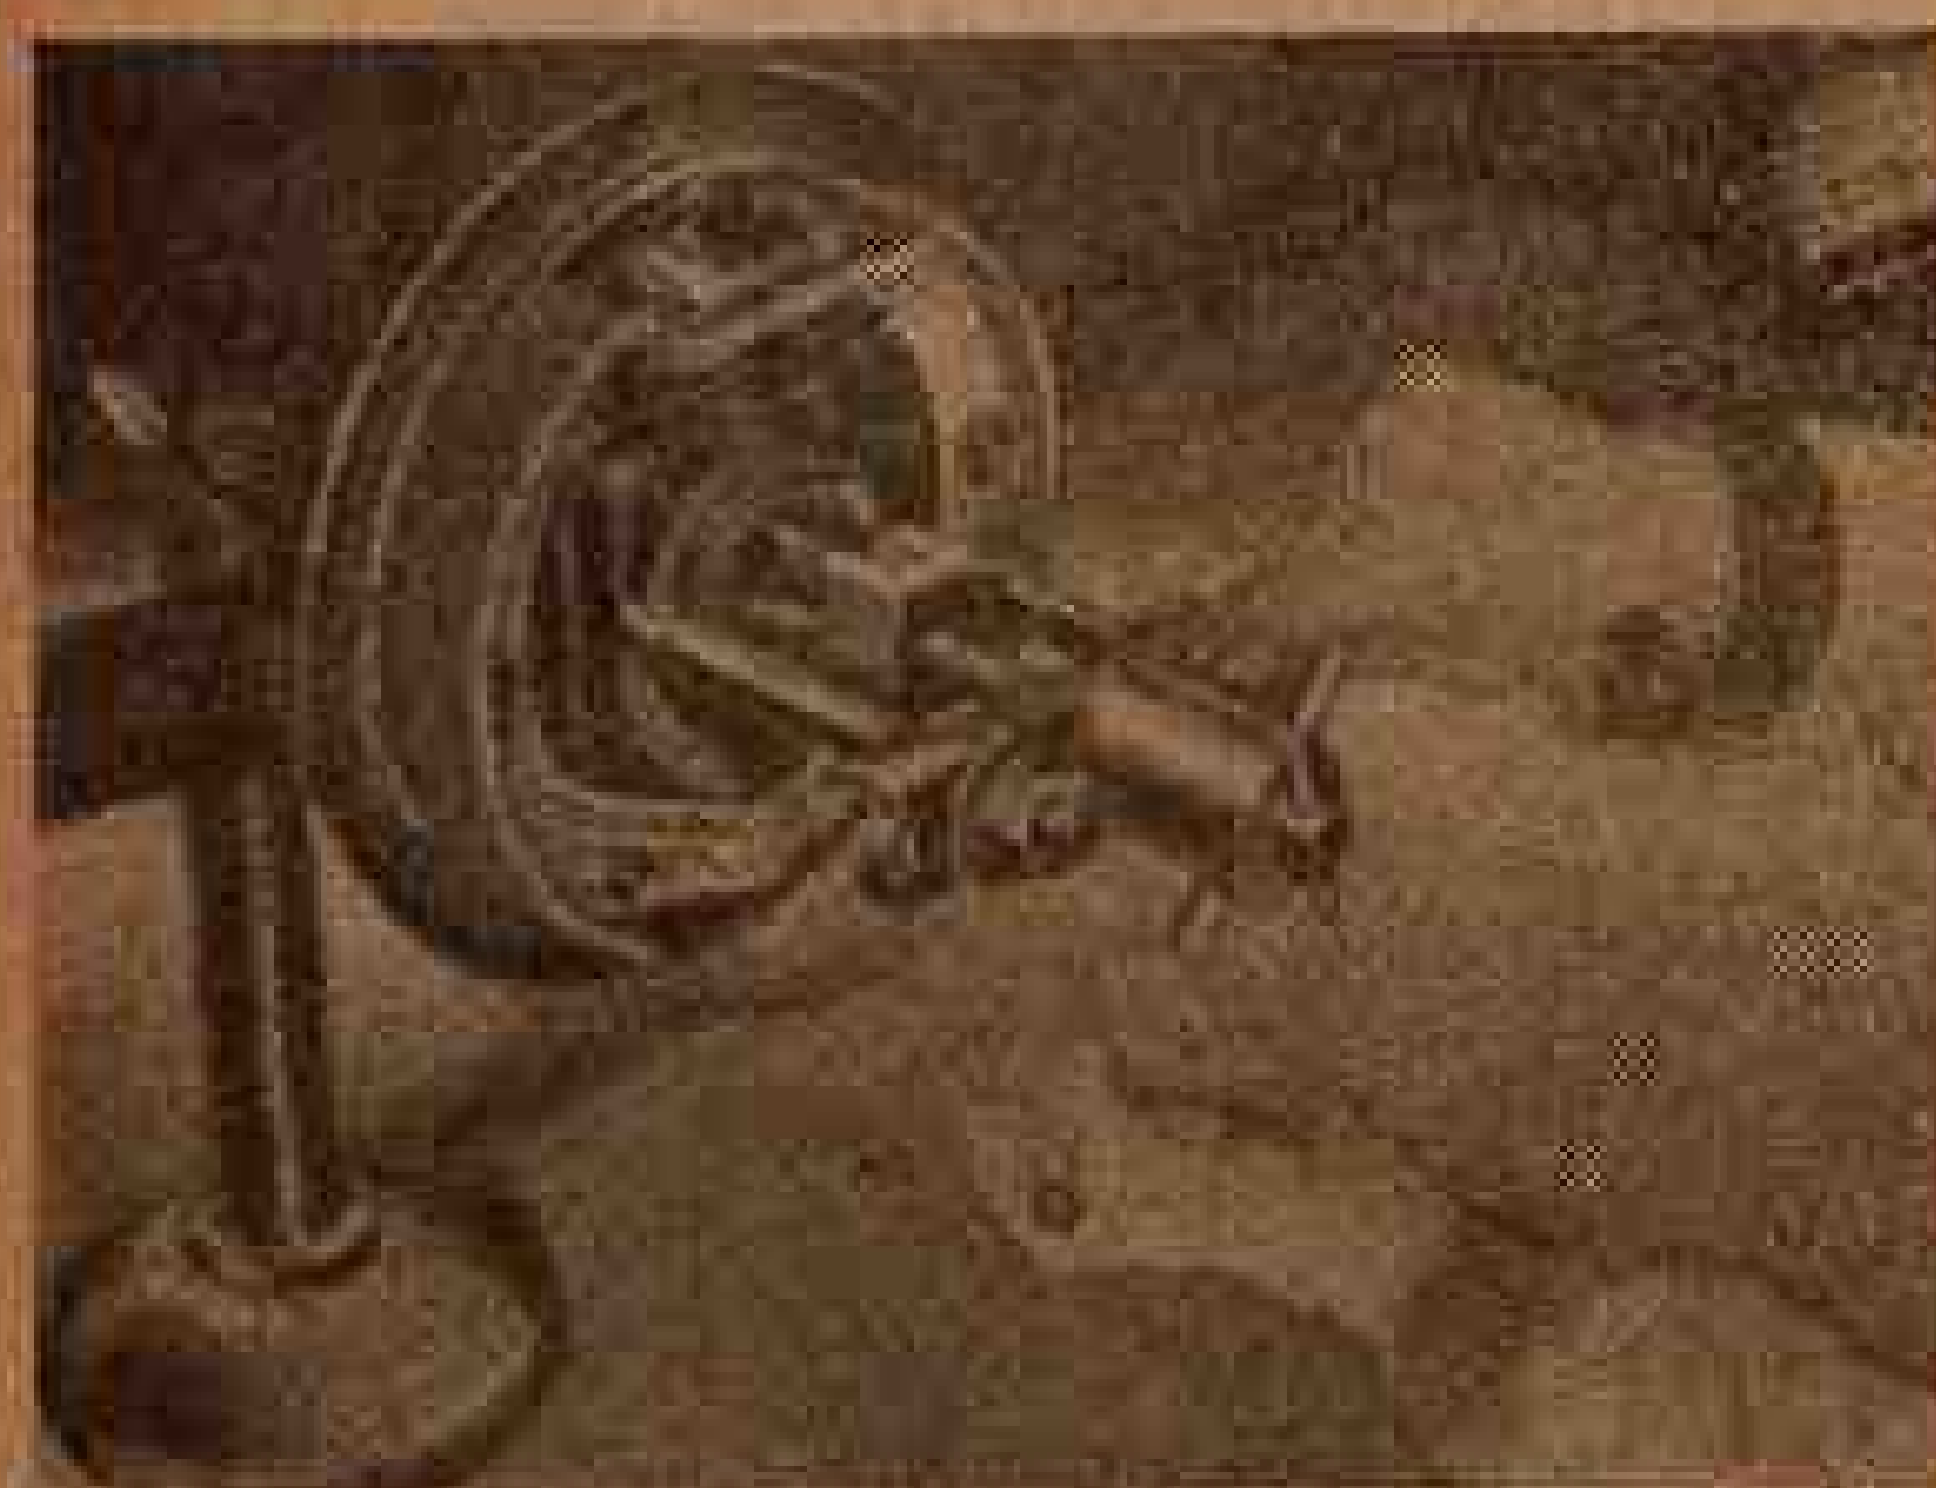
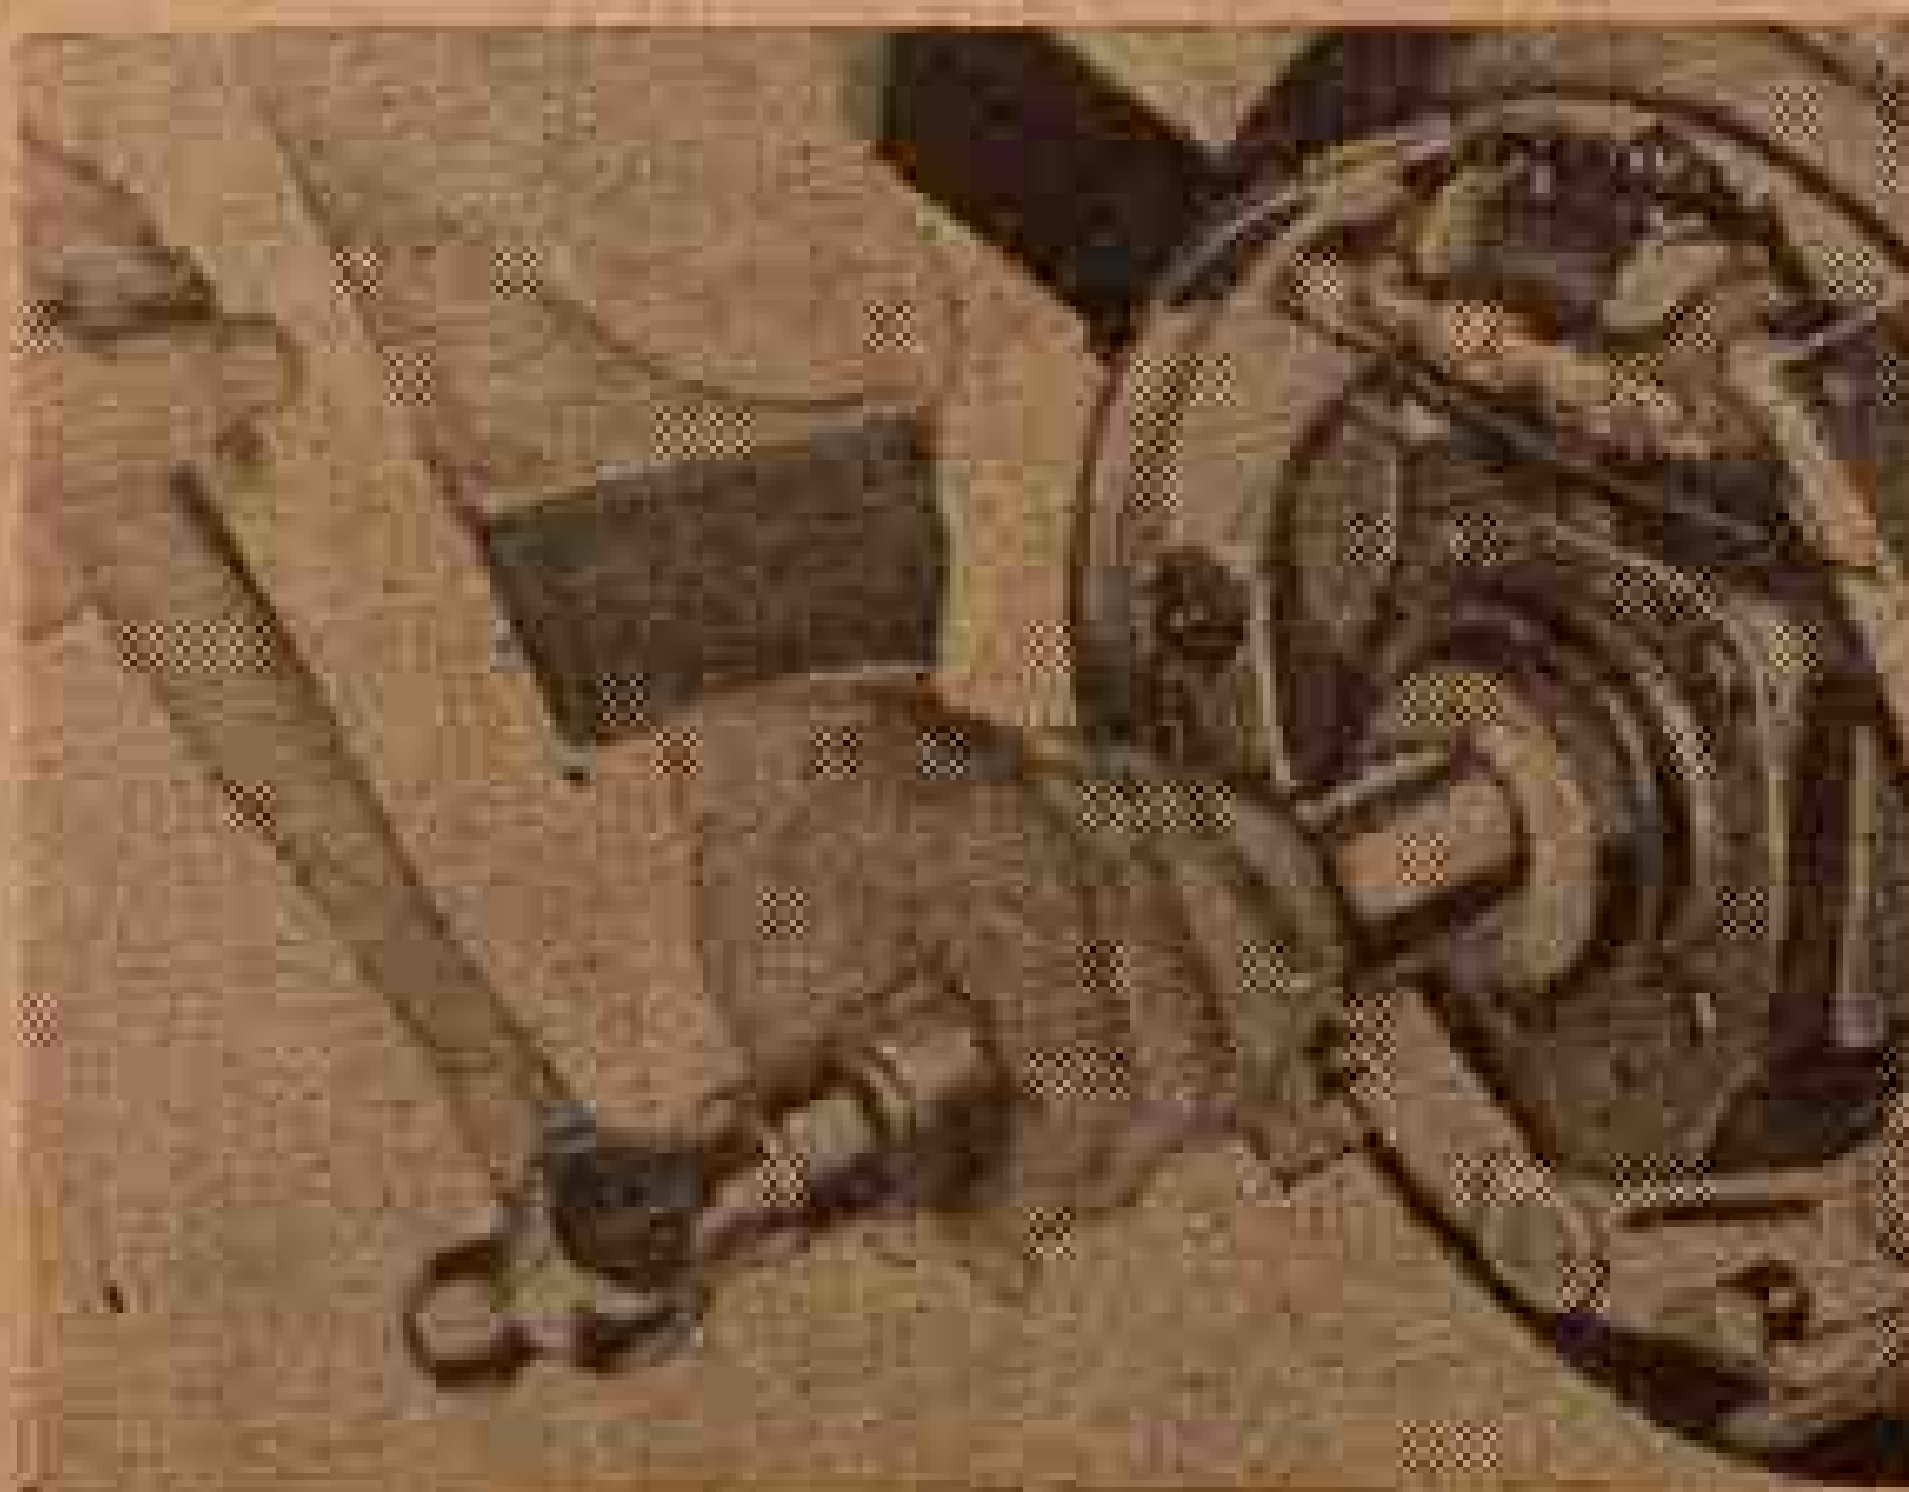

Fig. 467 — Empregando o sacador de mancais
Fig. 468 — Empregando a ferramenta de substituição do retentor de mancal
b) Retirada e recolocação do mancal do eixo — Removida a roda e retirado o eixo, emprega-se o sacador especial de mancal, que vemos na fig. 467, para retirar o mancal, o seu retentor é a vedação de couro. A substituição se faz por meio de um colocador especial, que vemos na fig. 468. Algumas marteladas de leve farão assentar o mancal na sua posição correta, ao lado da vedação e do retentor. A vedação de óleo será colocada no seu lugar por meio de um ponteiro de aço.